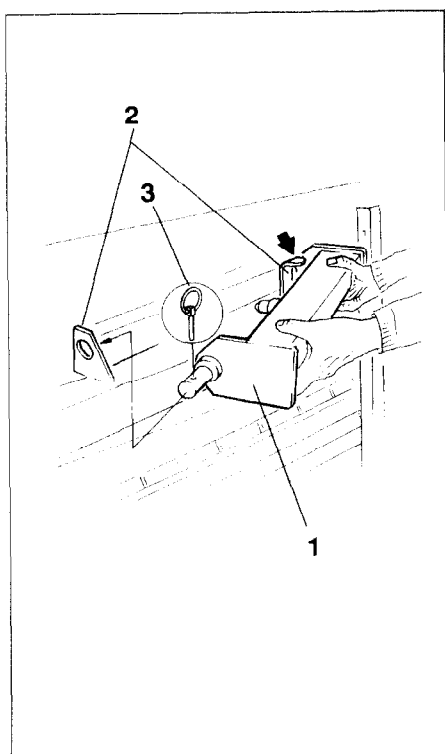

Fig. 20.9
- La barre d'attelage pivotante (fig. 20.9/1) se fixe à l'avant, sous la trémie, dans un support (fig. 20.9/2) et se verrouille avec une goupille agricole (fig. 20.9/3).
- Retirez la barre d'attelage pivotante (fig. 20.9/1) du support. La goupille agricole est utilisée pour fixer à nouveau la barre d'attelage au timon.
- Fixez la barre d'attelage oscillante dans le support (fig. 20.9/2) et verrouillez en sécurité avec une goupille agricole (fig. 20.9/3).